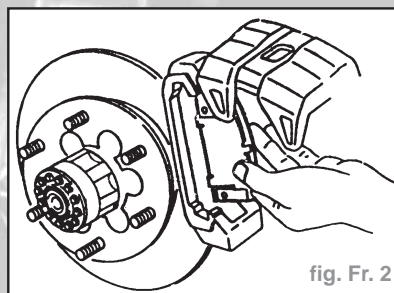

fig. Fr. 2
- Faire pivoter l'étrier pour le remettre à sa position d'origine (adapter la vis de fixation) (fig. Fr. 2)